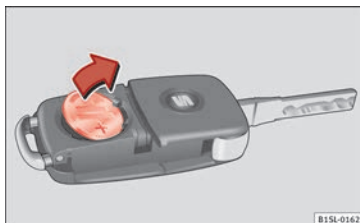

Abb. 128 Fahrzeugschlüssel: Batterie herausnehmen.
- Batterie mit einem geeigneten dünnen Gegenstand aus dem Batteriefach heraushebeln » **Abb. 128**.
- Neue Batterie wie gezeigt ansetzen » **Abb. 128** und entgegen der Pfeilrichtung in das Batteriefach drücken » ❷.